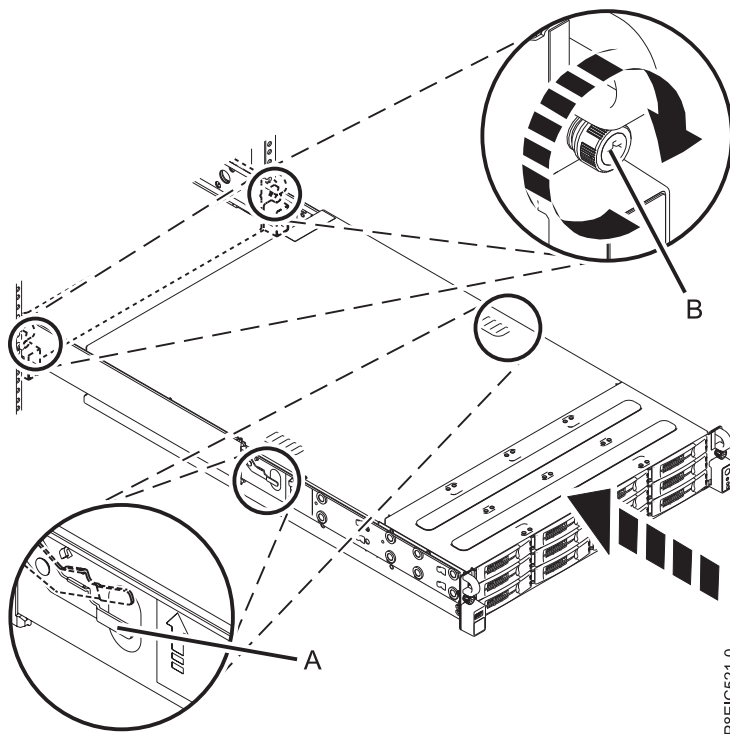

図 49. システムの操作位置への設置
5. レール安全ラッチ (A) を上方に持ち上げて解放し (図 49 を参照)、システムをラックに完全に押し込みます。